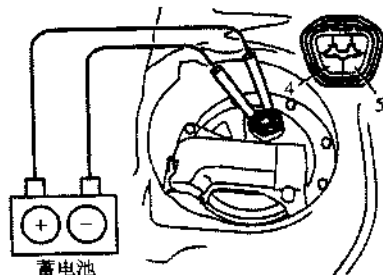

图 2.25 检查燃油泵的工作情况
- ① 将蓄电池正极引线 with 插接器的4号端子相连,负极引线 with 5号端子相连,如图2.25所示。
- ② 检查燃油泵是否正常工作,如果不能正常工作,应更换燃油泵。
- ③ 检查完毕,应重新连接燃油泵和燃油传感器插接器。安装地板维修孔盖板,安装后坐垫。